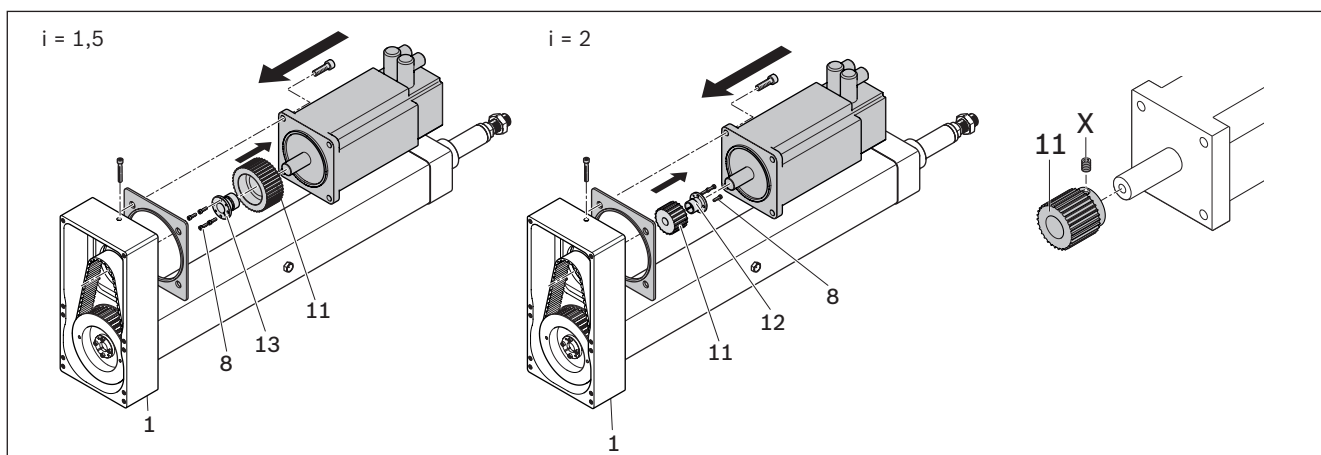

Fig. 23 : Montage du moteur et de la poulie côté moteur, $i = 1,5$ et $i = 2$
6. Régler l'écartement **A** par rapport à l'embase **(1)** ➡ Fig. 23, Tableau 15
2. Régler l'écartement **C** ➡ Fig. 23, Tableau 15